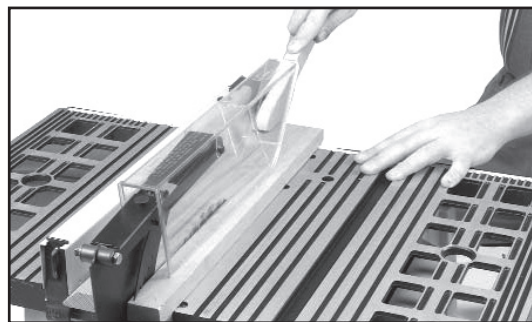

Fig. 41
2. Se a largura da peça cortada longitudinalmente for menor que 10 cm, um bastão deverá ser usado para empurrar a peça completamente, como mostra a Fig. 41. O bastão pode ser facilmente fabricado a partir de fragmentos de madeira, como explica a seção **“CONSTRUINDO UM BASTÃO.”**